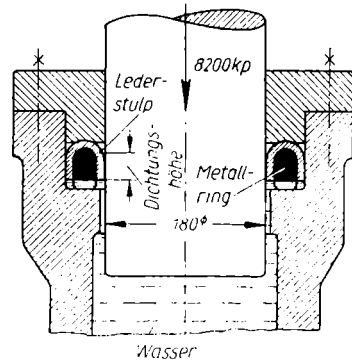
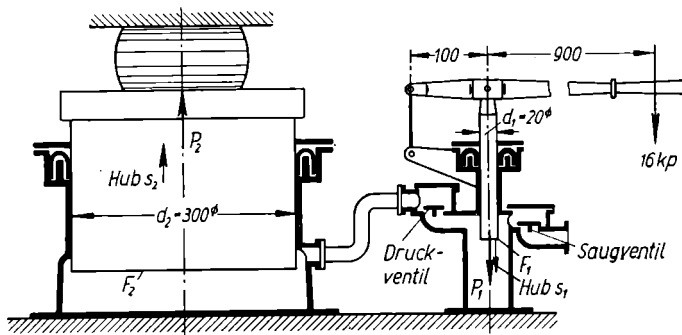

Bild 189
Bild 190
3. Bei einer **Wasserdruckpresse** nach Bild 190 wird an dem Hebel der Handpumpe eine Antriebskraft 16 kp ausgeübt. Der kleine Pumpenkolben hat $d_1 = 20 \text{ mm}$ Durchmesser und einen Lederstulp von 8 mm Dichtungshöhe (Bild 189 wie bei Aufg. 2). Der große Preßkolben hat $d_2 = 300 \text{ mm}$ Durchmesser und einen Lederstulp von 14 mm Dichtungshöhe.